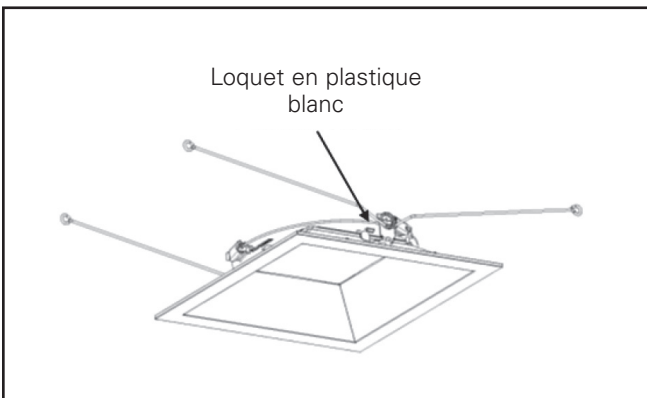

Figure 7
1. Appuyez sur le loquet en plastique blanc pour retirer le réflecteur supérieur et nettoyer la lentille. (Figures 7 & 8).